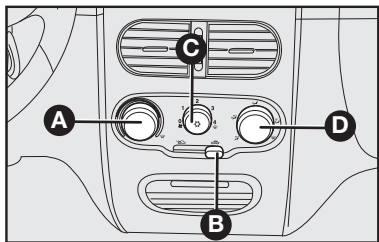

fig. 63
### COMANDOS – fig. 63
**1)** Seletor para a temperatura do ar **A-fig. 63** totalmente posicionado à esquerda.
**2)** Seletor do ventilador **C-fig. 63** posicionado na velocidade máxima.
**3)** Seletor de distribuição do ar **D-fig. 63** apontado para ; controlar para que todas as saídas de ar estejam totalmente abertas.
**4)** Ligar o ar-condicionado apertando o seletor **C-fig. 63**.
çamento e ativar o condicionador, apertando o seletor **C**—fig. 63.
- 1) Condicionador de ar ligado: seletor **C**—fig. 63.
- 5) Recirculação do ar: desligada. Botão **B**—fig. 63.